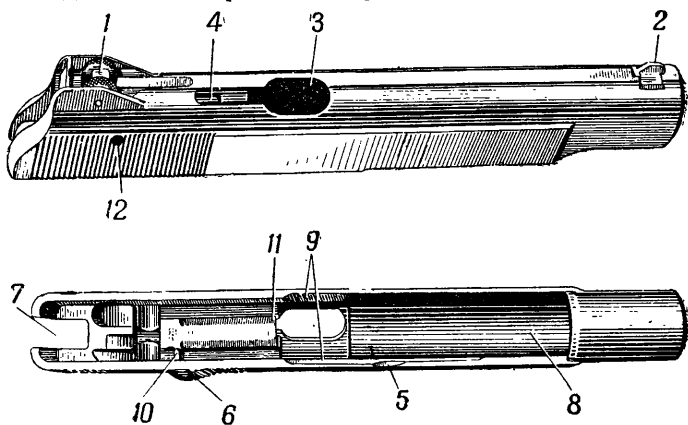

Рис. 26. Затвор:
27. Затвор (рис. 26) служит для постановки курка на боевой взвод, досылания патрона из магазина в патронник, запираения канала ство-